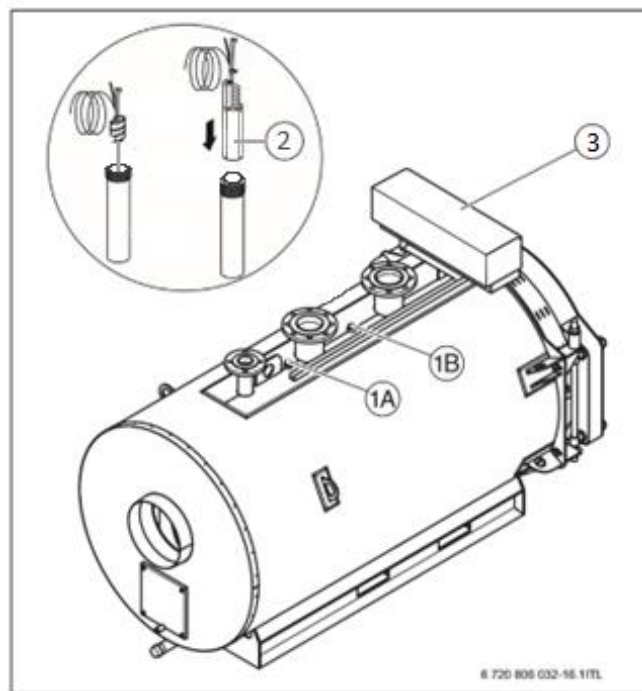
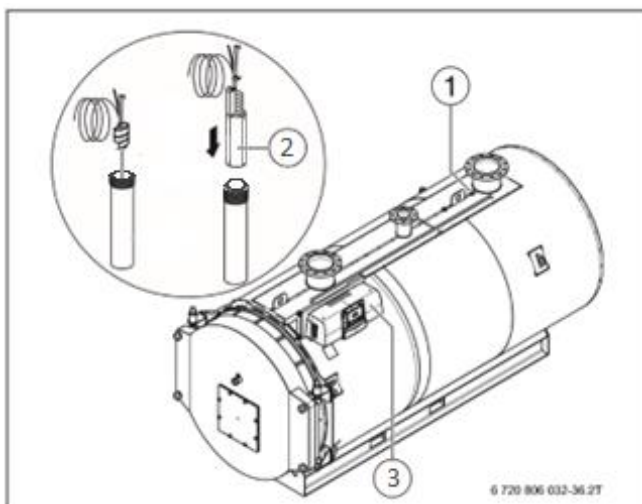

Рисунок 20 Установка датчика температуры SK 120 – 820 кВт
Рисунок 21 Установка датчика температуры SK 1040 – 2000 кВт
Датчики предохранительного ограничителя температуры (STB) и регулятора температуры (TR) **должны** устанавливаться в точках замера на верхней стороне котла (→ Рисунок 20 и Рисунок 21).
Датчики предохранительного ограничителя температуры (STB) и регулятора температуры (TR) должны устанавливаться в точках замера на верхней стороне котла (Рисунок 20 и Рисунок 21).